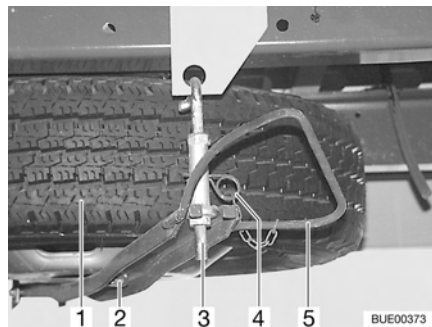

Bild 102 Ersatzrad-Halterung (Iveco)
- Splint (Bild 102,4) herausziehen.
- Bügel (Bild 102,5) gegen das Ersatzrad drücken und den Halter (Bild 102,3) aushängen.
- Mutter (Bild 102,2) lösen und Ersatzrad (Bild 102,1) entnehmen.